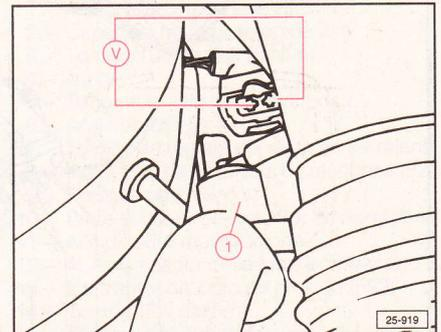

Fig. 4.67
- Desconectar el enchufe de la válvula para corte en deceleración (N65) (1) (Fig. 4.67).